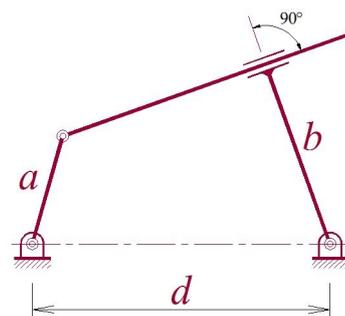

Figura. 9
9. No mecanismo, mostrado na **figura 9**, são conhecidos o deslocamento angular, a velocidade angular e a aceleração angular da barra **a**, determine o deslocamento e a velocidade angular da barra **b**.